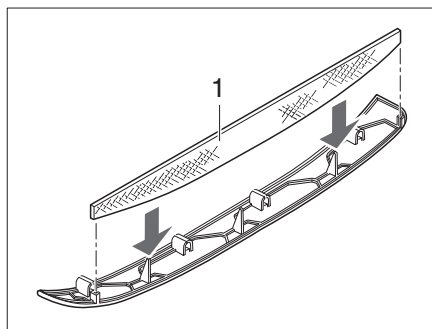
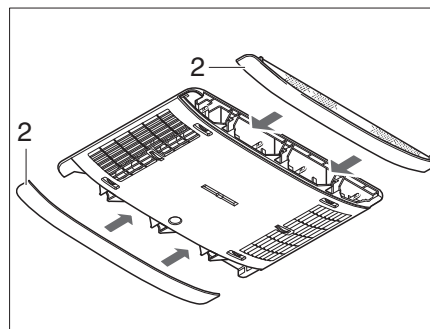

Fig. 396 Filtro de pelusas de la instalación de aire acondicionado
Fig. 397 Paneles de instalación de aire acondicionado
En los paneles laterales (Fig. 397,2) hay dos filtro de pelusas. Los filtros de pelusas deben ser limpiados a intervalos regulares, pero por lo menos cada 6 meses, y reemplazados en caso necesario.
- Sacar los paneles (Fig. 397,2) del distribuidor de aire y limpiar los filtro de pelusas (Fig. 396,1) o reemplazarlos si es necesario.